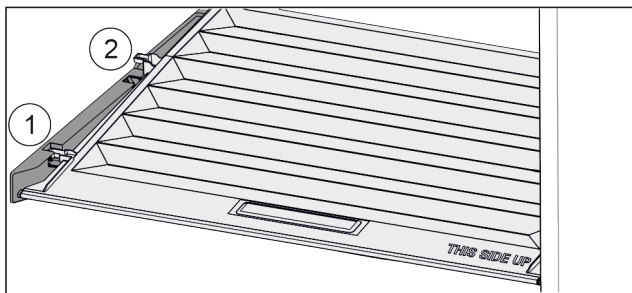

Fig. 103
- ▶ Потянуть крышку до отверстия в поддерживающих деталях вперед *Fig. 103 (1)*.
- ▶ Поднять сзади снизу и извлечь *Fig. 103 (2)* движением вверх.